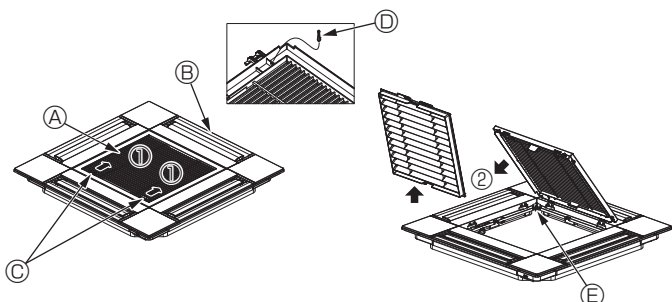
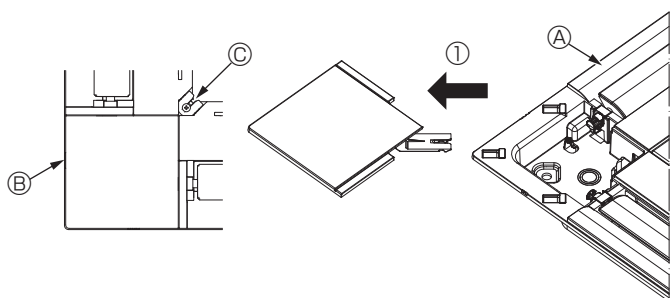

Fig. 5-3
Fig. 5-4
5.2.1. Снятие решетки впуска воздуха (Fig. 5-3)
- Переместите рычаги на решетке на впуске воздуха по направлению, обозначенному стрелкой ①. Решетка откроется.
- В открытом положении решетки впуска воздуха снимите петлю, как показано стрелкой ②.
5.2.2. Снятие угловой панели (Fig. 5-4)
- Открутите винт в углу угловой панели. Сдвиньте угловую панель, как показано стрелкой ①, чтобы снять ее.